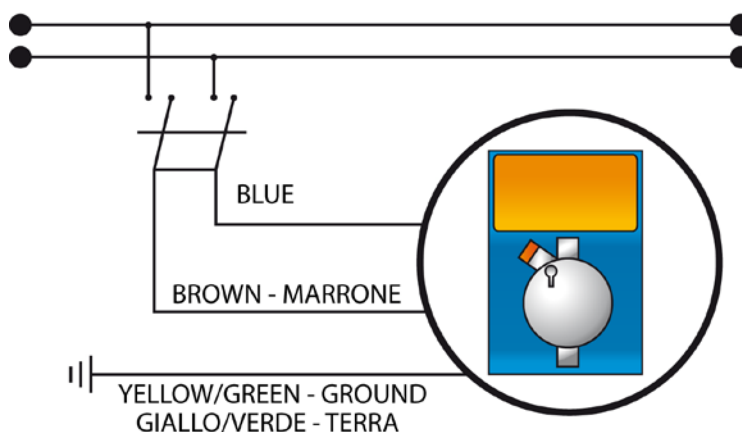

Fig.3 - Collegamento elettrico
- Assicurarsi che la stessa sia disattivata elettricamente (entrambe le polarità) staccando i conduttori dai punti di contatto della rete attraverso l'apertura dell'interruttore omnipolare con distanza minima tra i contatti di mm 3 (Fig.3).